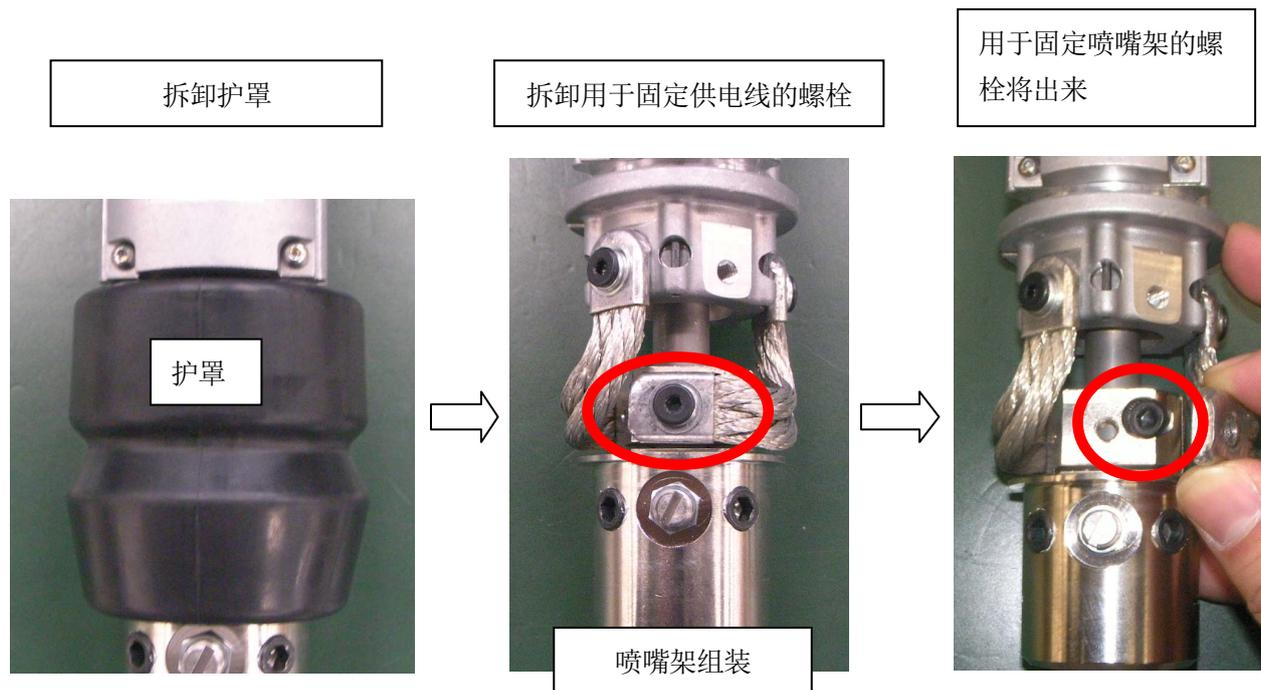

图 2.4 焊炬的左右调节方法
3. 如果焊炬末端在左右方向偏移的话, 参阅图2.4, 进行如下调节。